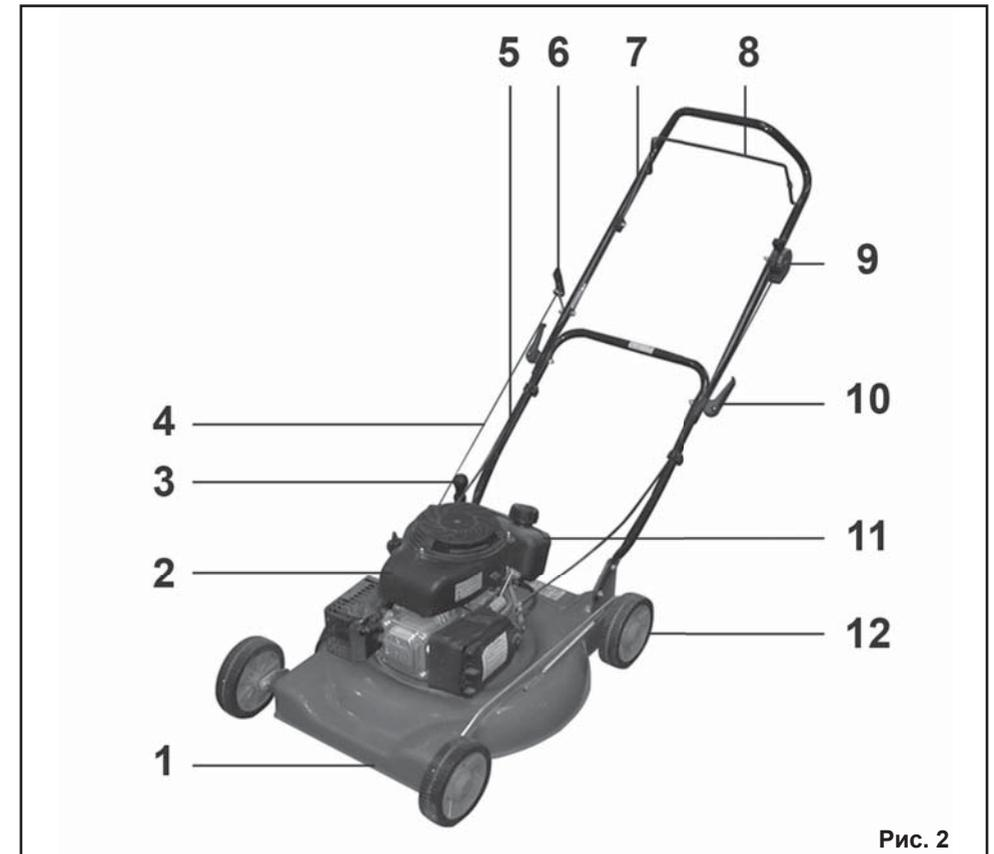

Рис. 2
5. УСТРОЙСТВО ГАЗОНОКОСИЛКИ (Рис. 2).